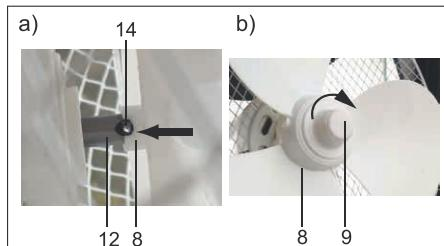

Fig.160: Монтаж ротора
6. Установите ротор (8) на ось двигателя (12). Небольшой поперечный выступ (14) на конце оси двигателя должен при этом войти в паз на блоке двигателя. См. рис. 160, а).
7. Установите крепежную гайку (9) на ротор (8).
8. Закрутите ее по часовой стрелке до упора. См. рис. 160, б).
9. Соедините концы фиксирующего обода (7).
10. Проденьте полупотайной винт с крестообразным шлицем (8) через отверстия (15) и зафиксируйте его с помощью гайки (8 b).